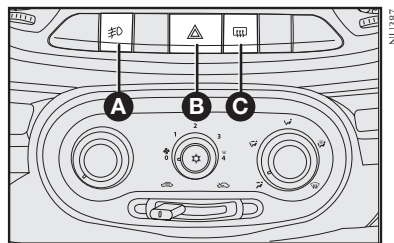

fig. 74
## PULSADORES DE MANDO - fig. 74
**Faros auxiliares (si está previsto)** - **A-fig. 74** - botón con indicación de función activada en el cuadro de instrumentos para encender/apagar los faros auxiliares (si presentes).
Solamente funciona con la llave de arranque en la posición **MAR**. Los faros auxiliares se apagan cada vez que la llave de arranque es puesta en **STOP**. Para encenderlos nuevamente es necesario presionar el botón **A-fig. 74**.
**Luces de emergencia - B-fig. 74** - se encienden apretando el botón **B**, independientemente de la posición de la llave de arranque.
**Luneta térmica - C-fig. 74** - botón con indicador de funcionamiento en el cuadro de instrumentos, para conectar y desconectar el desempañador del vidrio trasero. Funciona solamente con el motor en funcionamiento.